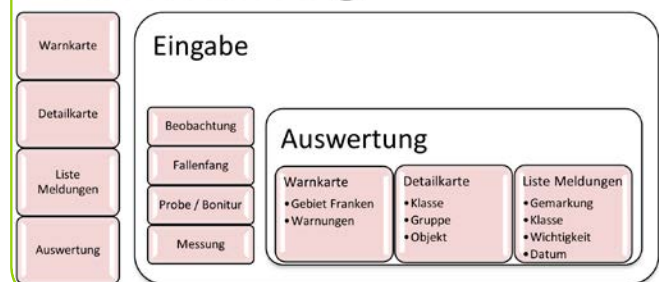

Abbildung 1: Struktureller Aufbau von VitiMonitoring
*VitiMonitoring* besteht aus einem Übersichtsreich, einer Eingabe und einer Auswertung, siehe *Abbildung 1*.